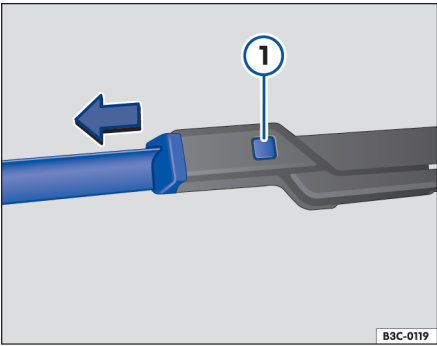

图 240 更换风窗刮水器刮水片
- 按住分离按钮→ 图 240 ① 同时沿图示箭头方向拉出刮水片。